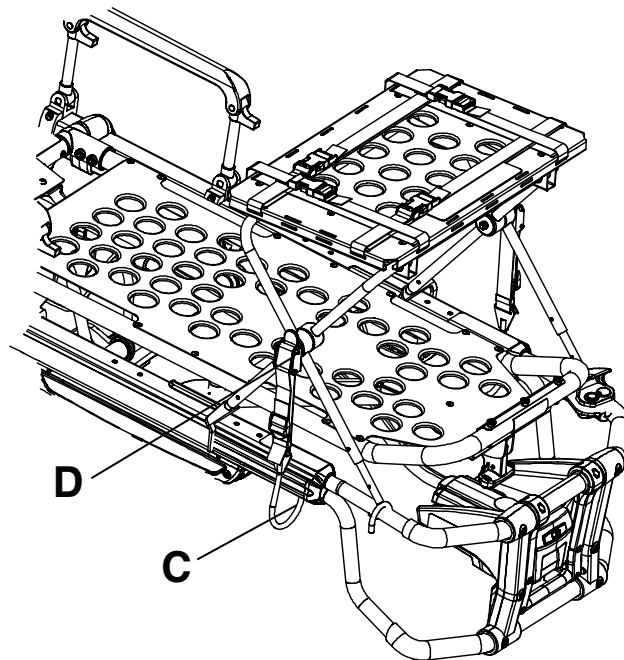
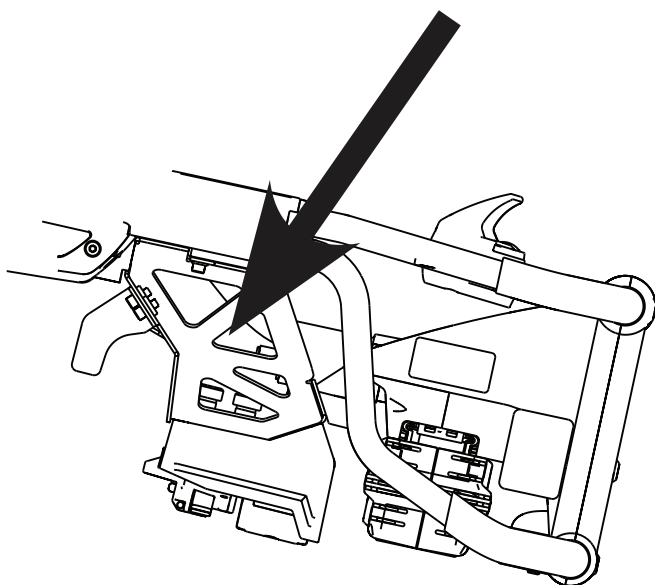

Рисунок 27 – Размещение крюка защелки (представлена модель 6506)
Рисунок 28 – Петля (представлена модель 6506)
6. Поместите крючок защелки (C) под раму кушетки или фиксатор ножного конца и нажмите на язычок (D) так, чтобы он зафиксировался с одной стороны со щелчком (Рисунок 27). Повторите действие с другой стороны. В случае каталок, совместимых с **Power-LOAD**, если автомобиль оснащен им, необходимо удлинить ремни и прикрепить их к фиксатору ножного конца (Рисунок 28).